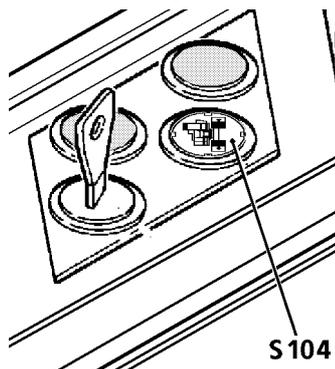

Fig. 3-148
- ▶ Arrancar el motor diesel y pulsar la tecla **S104** del tablero trasero (véase Fig. 3-148), para poner la caja de mando **E29** bajo tensión.